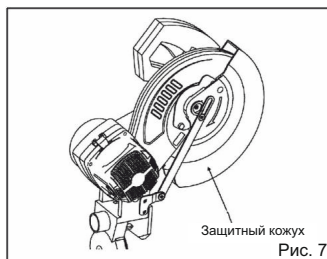

Рис. 7
- Защитный кожух автоматически поднимается при опускании ручки и возвращается в исходное положение после завершения резки и поднятия ручки, так как она оснащена пружиной. (Рис. 7)